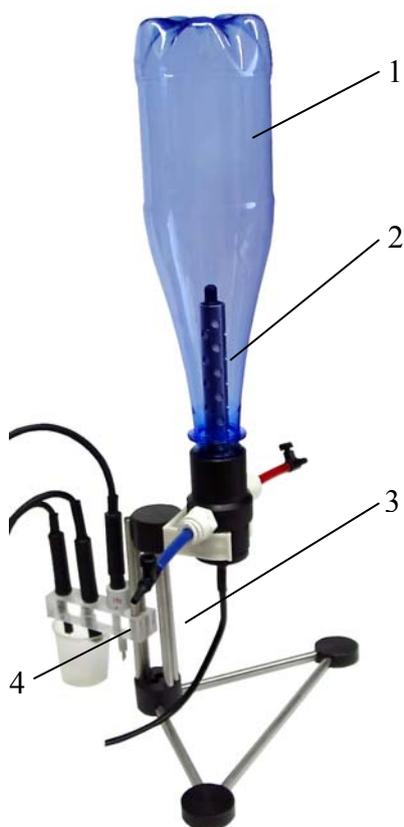

Рис. 10. Сборка установки для получения анолитов и католитов водных растворов
- 7.7.3. Собрать установку в соответствии с рис. 10. Залить в технологическую ёмкость приготовленный раствор и сделать выдержку 5 минут (необходимо для пропитки мембраны).